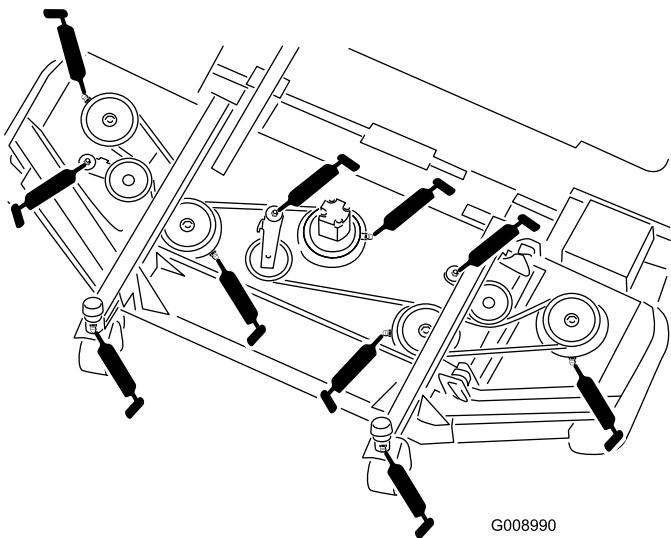

図 54
- キャスタフォークのシャフトのベアリング（2ヶ所）（図 54）
- スピンドルシャフトのベアリング（5ヶ所；スピンドルハウジングにある）（図 54）
- アイドラーームのピボットのブッシュ（3ヶ所；アイドラピボットのシャフトにある）（図 54）